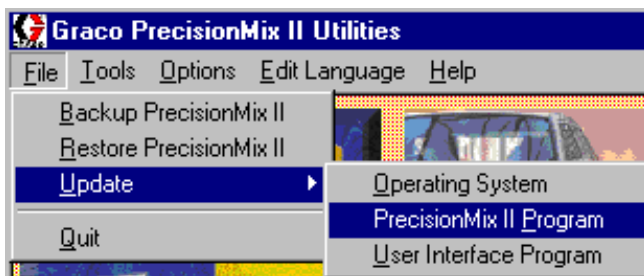
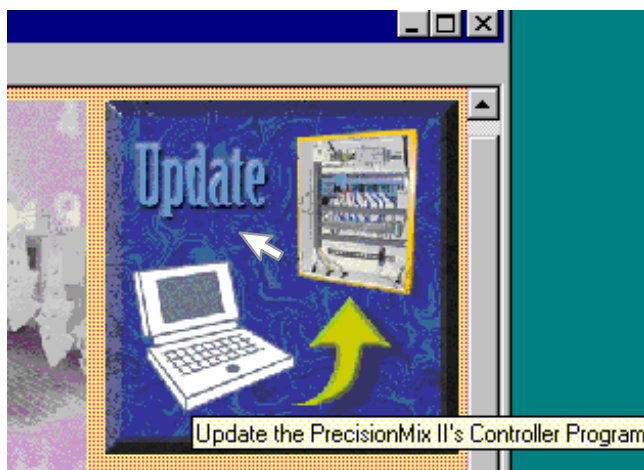

Fig. 13.28
Fig. 13.29
1. Sélectionner File (fichier) ➤ Update (Mise à jour) ➤ le programme du PrecisionMix II (Fig. 13.28) ou appuyer sur le bouton de mise à jour du programme PrecisionMix II (Fig. 13.29).